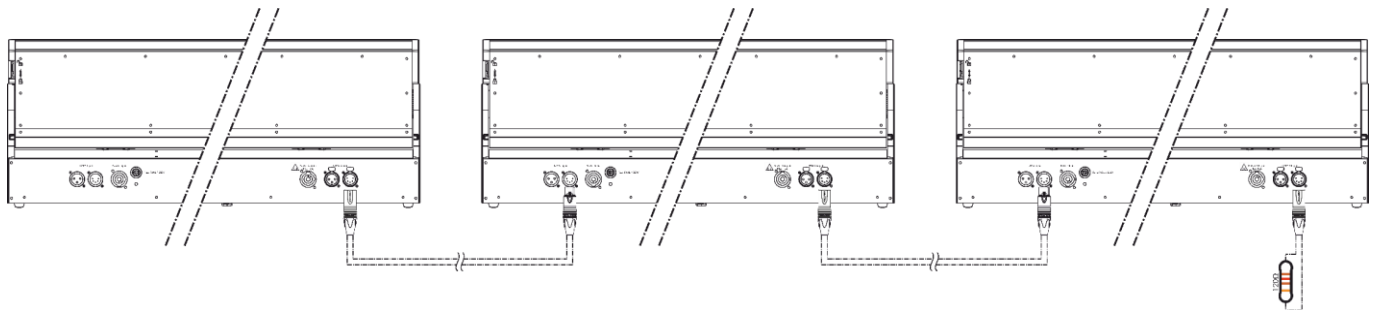

Fig. 08
- 02) Repita el paso 1 para todos los dispositivos como se indica en la Fig. 08.